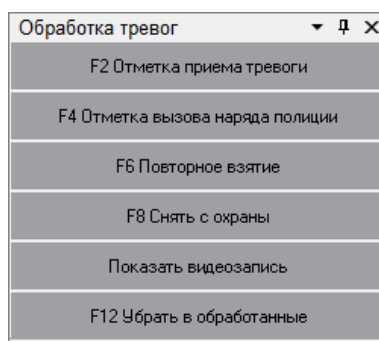

Рисунок 8-9 Панель "Обработка тревог" для выбранного на вкладке "Текущие тревоги" тревожного события объекта охранной составляющей системы
- Для тревожного события объекта охранной составляющей системы (см. Рисунок 8-9) – см. п. 8.3.3.1.1;